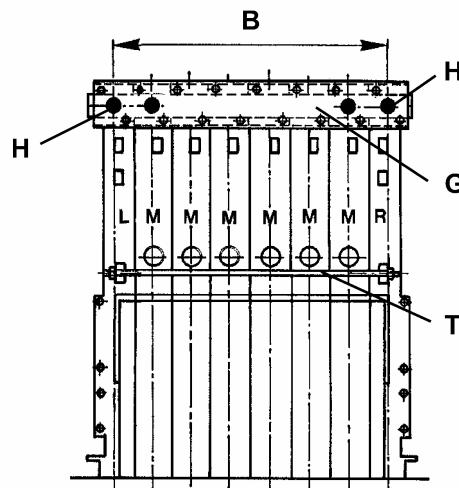

Рис. 13
- установите на место три установочных штыря (T) и отрегулируйте расстояние В спереди и сзади (см. таблицу и рис. 13).
- **АККУРАТНО** обращайтесь с установочными штырями (T), затем снимите монтировочные пластины "A" с выходного коллектора и установите на их место прижимные скобы (G) (см. рис. 13).